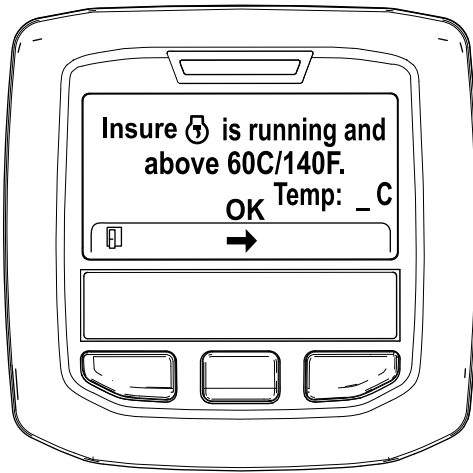

Figura 40
5. Se la temperatura del refrigerante è inferiore a 60°C, viene visualizzato il messaggio "Assicurarsi che  sia in funzione e sopra 60C". (Figura 40).